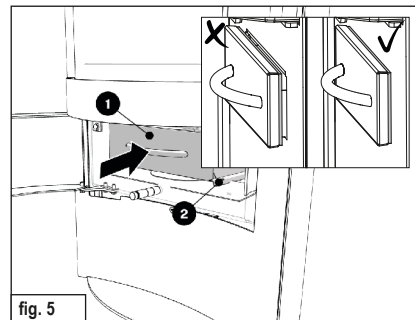

fig. 5
- ▶ Remettez le couvercle (2) en place (fig. 5).
- ✓ Faites glisser le bac à cendres (1) dans l'ouverture de manière à ce qu'il soit hermétiquement fermé (fig. 5).